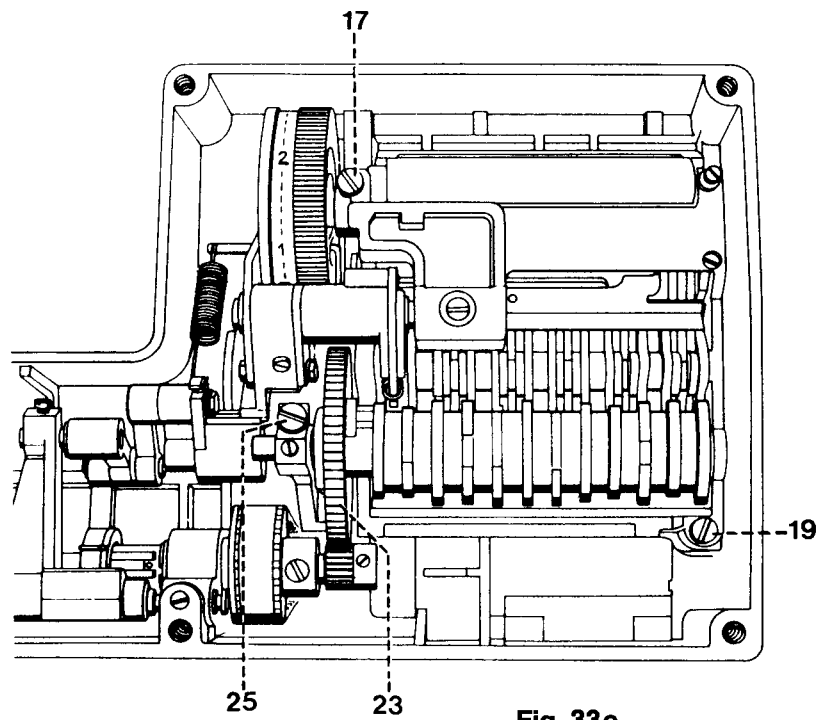

Fig. 33c
- Die drei Schrauben 17, 19 und 25 der Automatic herausdrehen (siehe Abb. 33c).
- Die Automatic etwas nach vorne schieben und den Maschinen-Zahnformriemen 77 zwischen dem großen Zahnrad 23 und dem Wellenende herausziehen (Abb. 33c).
- Den neuen Maschinen-Zahnformriemen 77 zwischen dem großen Zahnrad 23 und dem Wellenende einführen und auf das untere Zahnformriemenrad 80 auflegen (Abb. 33c).